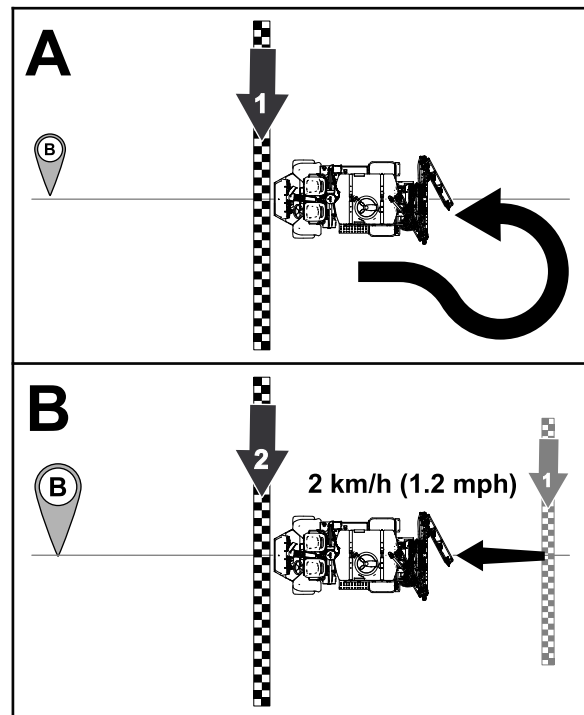

Figura 172
- La consola de control muestra la pantalla siguiente del proceso de calibración. Gire la máquina, y alinéela con la línea de guía de las posiciones A y B en la consola de control (Figura 172).
- Antes de llegar al punto B, ajuste la velocidad de avance de la máquina a 2 km/h (1.2 mph) y engrane el bloqueo del acelerador de la máquina (Figura 172).